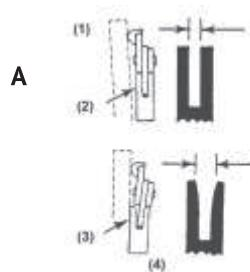

Рис. 28
Рельса шины всегда должна быть как показано на рис.28 поз. A
Для того чтобы проверить изношенность рельсы шины, приложите линейку (1) к шине и внешней стороне режущей поверхности. (Рис. 28).